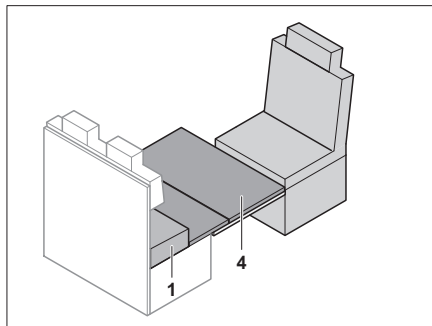

Fig. 161 Placer le support pour lit de secours
- Placer le support pour lit de secours (Fig. 161,4) sur la table. Ce faisant, placer le bord avant du support pour lit de secours directement contre le siège conducteur.